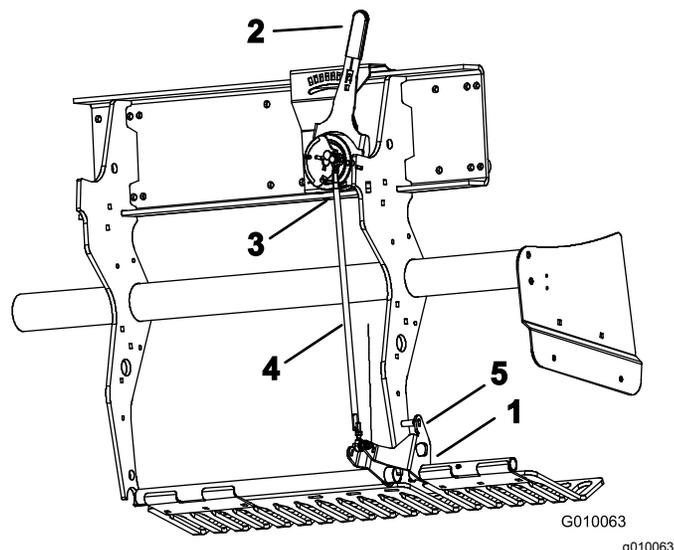

図 59
2. 左ターフガード取り付けブラケット 図 59 を上に回して、固定ピン 5/16" のドリルビットやボルトなどを、ブラケットと深さ設定チューブの間に挿入する。
3. タイン深さレバー 図 59 を H に設定一番深い設定にする。
4. アウトボード・ボールスイッチ 図 59 をワイヤハーネスヘッド降下スイッチから外す。
5. 深さ調整タイロッドのジャムナット左右をゆるめる 図 59。